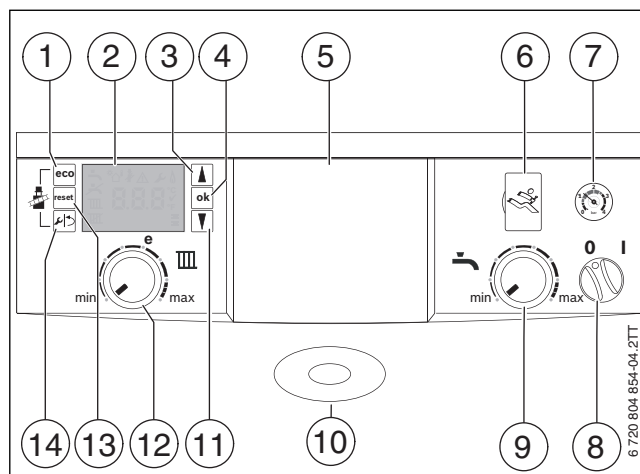

Fig. 34 Pannello di comando con sportello del pannello di comando aperto
- Accendere l'apparecchio dall'interruttore on/off → fig. 34, [8]. Il display si illumina e viene visualizzata la temperatura dell'apparecchio.
- Impostare la temperatura dell'acqua calda sanitaria tramite il selettore di temperatura dell'acqua calda sanitaria → fig. 34, [9].
- Prendere nota dell'impostazione del selettore della temperatura di mandata → fig. 34, [12].